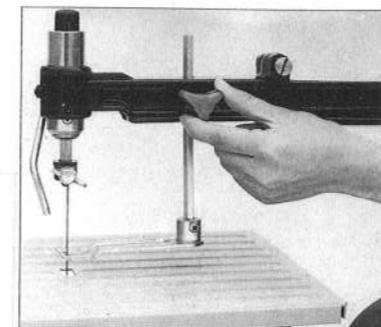

図8
- のこ歯ガイドをのこ歯アームに差し込み、押えネジで止めて下さい。のこ歯ガイドは材料の厚みに合せて上下させて調整して下さい。(図8参照)
作業の安定と安全をかるため、刃物ガイドを使用して下さい。厚い材料のときは上に移動、うすい材料のときは下げて下さい。(図8参照)